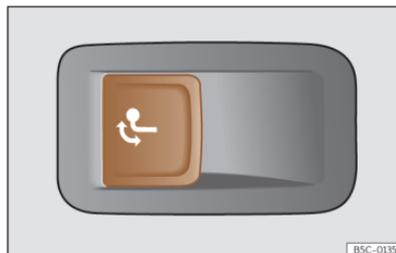

Abb. 195 Auf der linken Seite im Gepäckraum: Taste zur Entriegelung der Anhängerkupplung.
- Ziehen Sie kurz an der Taste >>> (Abb. 195). Die Anhängerkupplung wird automatisch entriegelt und dreht selbsttätig heraus. Die Kontrollleuchte der Taste blinkt.
- Ziehen Sie kurz an der Taste >>> (Abb. 195). Die Anhängerkupplung wird elektrisch entriegelt.
- Drücken Sie keinesfalls die Taste >>> (Abb. 195), wenn ein Anhänger oder ein Gepäckträger oder anderes Zubehör auf der Anhängerkupplung eingehängt ist.